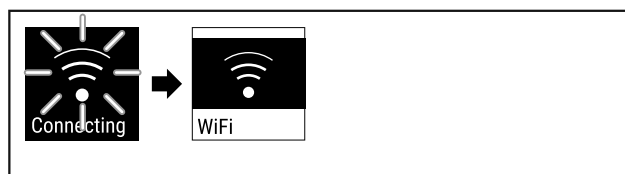

Fig. 85
- ▶ Povezava se vzpostavlja (glejte Fig. 85) .